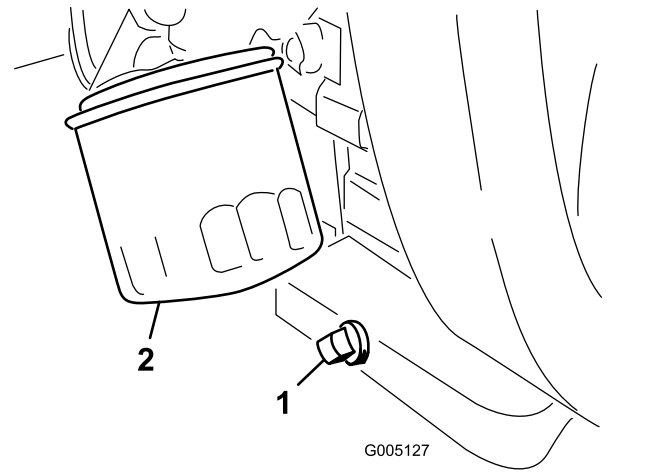

Figura 42
- Retire el tapón de vaciado (Figura 42) y deje fluir el aceite a un recipiente apropiado.
- Limpe las roscas del tapón de vaciado, aplique sellador de PTFE, e instale el tapón de vaciado (Figura 42).
- Retire el filtro de aceite (Figura 42).